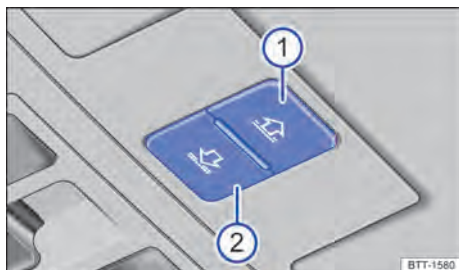

Fig. 81 No revestimento interno do teto: teclas para comandar a cortina de proteção solar.
Os botões → Fig. 81 ① e ② têm dois níveis. Ao pressionar os botões até o primeiro nível, é possível abrir ou fechar a cortina de proteção solar total ou parcialmente.
- Antes que transcorram cerca de 5 segundos desde a ativação do limitador de força, pressione o botão → Fig. 81 ② até que a cortina seja fechada completamente.